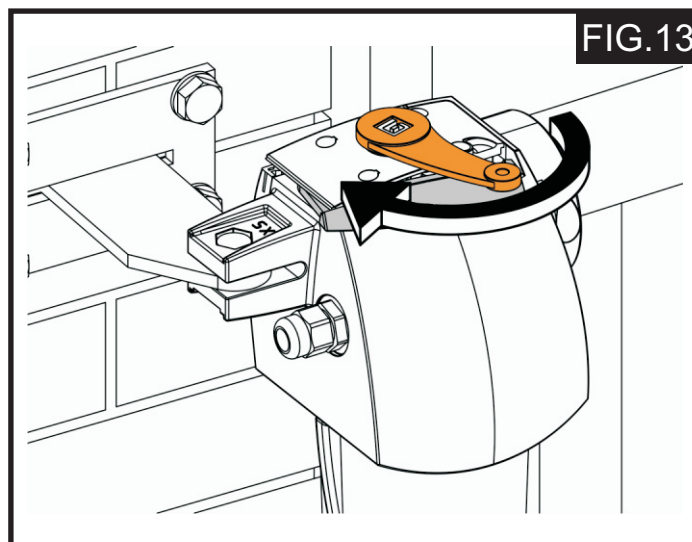

FIG.13
- 3º Gírela en la dirección indicada en la flecha de la (Fig.13).